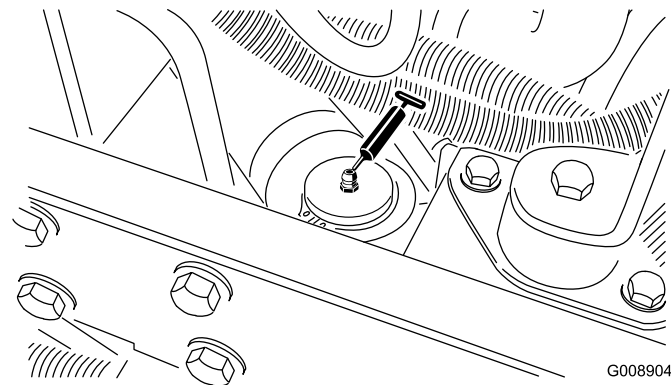

Figura 49
- Cilindro da direcção (Figura 49)